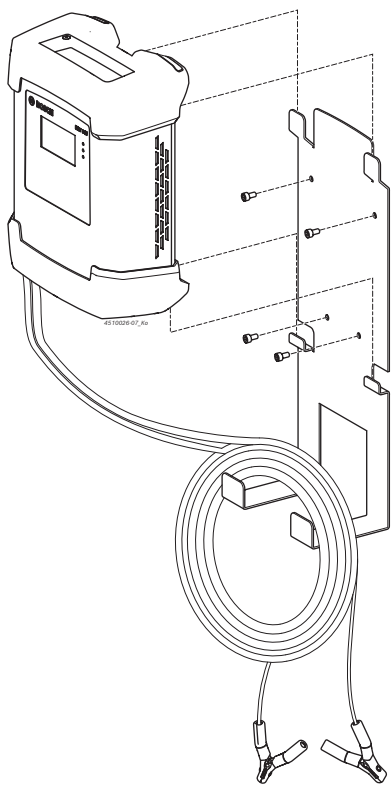

Рис. 2: BAT 645 с настенным держателем
**I** Четыре ножки BAT 645 должны вставляться в настенный держатель всегда сверху и снизу. Зарядные кабели и сетевой кабель можно подвесить на настенный держатель (см. рис. 2).